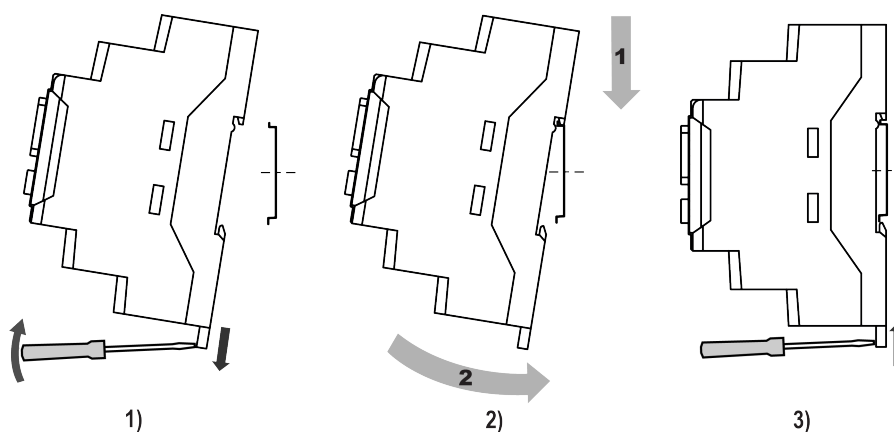

Рисунок 5.9 – Монтаж прибора с креплением на DIN-рейку
2. Вставить отвертку в проушину, оттянуть защелку (см. рисунок 5.9 (1)) и установить прибор на DIN-рейку.
3. С усилием придавить прибор к DIN-рейке в направлении, показанном стрелками на рисунок 5.9 (2), до фиксации защелки. Отверткой вернуть защелку в исходное положение.